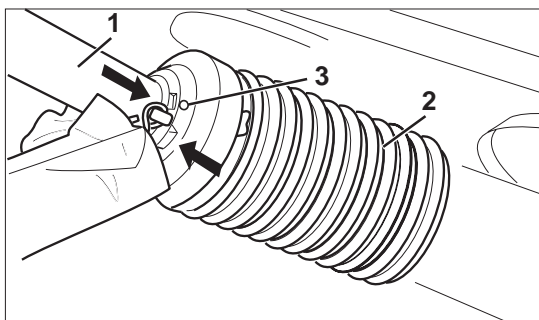

Fig. 5.4b
- Schutzhälfte (Fig. 5.4b/1) aufschieben und Schutztrichter (Fig. 5.4b/2) in Montageposition drehen.
- Arretierungsschraube (Fig. 5.4b/3) eindrehen.